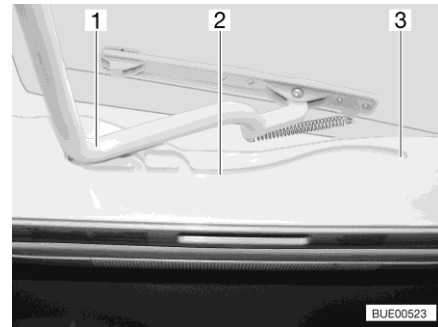

Bild 21 Führung (Heki-Dachhaube)
- Den Bügel (Bild 21,1) in den Führungen (Bild 21,2) bis in die hinterste Position (Bild 21,3) ziehen.
- Den Bügel (Bild 21,1) mit beiden Händen leicht nach oben drücken.
- Den Bügel in den Führungen (Bild 21,2) bis zur gewünschten Stellung ziehen.